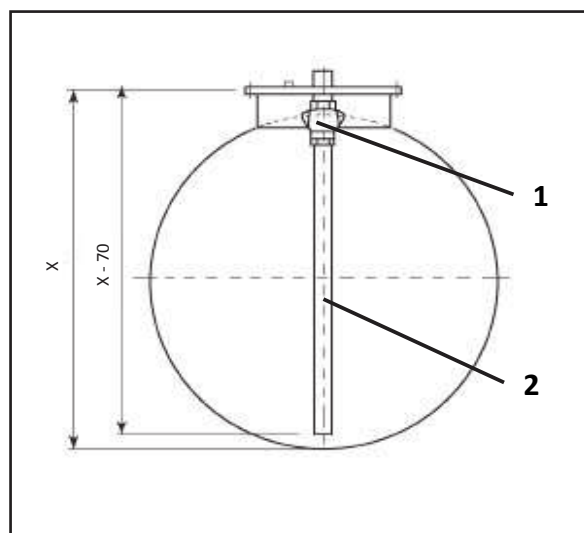

Figure 1
- 3 : Raccorder le tuyau (position 2/Figure 1) au limiteur :
- mesurer la distance X entre la bague du trou d'homme (position 1/figure 1) et le fond du réservoir.